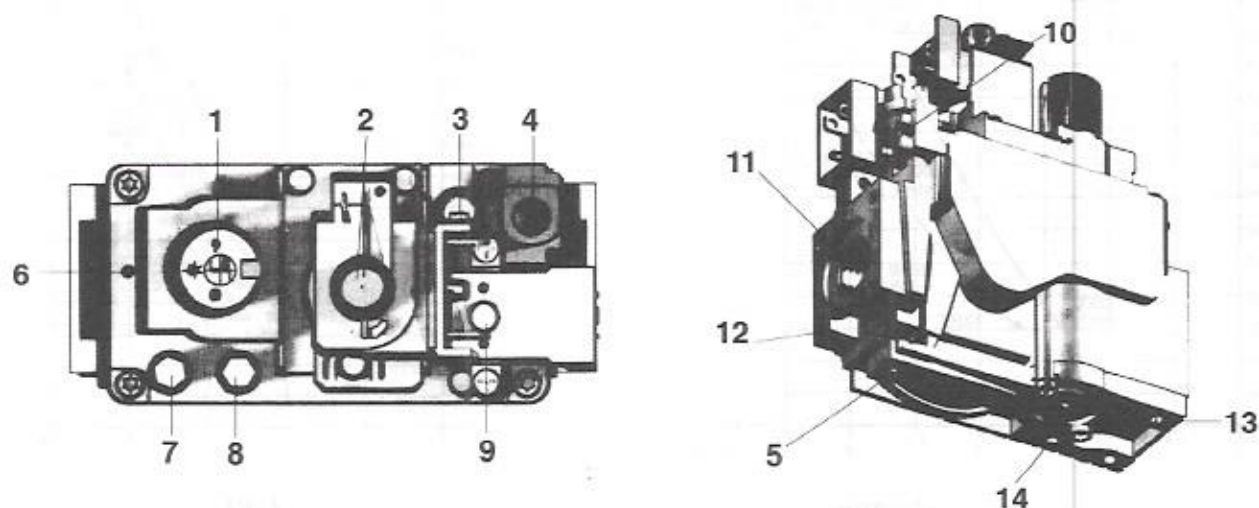

Fig. 38
- staccare un filo dalla bobina modulazione (2 fig.38, C Fig.37) **Attenzione la bobina è alimentata a 220 V raddrizzata.**
- tenendo fermo con una chiave il dado di ottone (I) avvitare o svitare con un cacciavite la vite rossa del minimo (H) per ottenere i valori richiesti (vedere "tabella diaframmi e pressioni gas")
- rimettere il cappuccio di protezione (G) ed eventualmente sigillarlo per evitare manomissioni